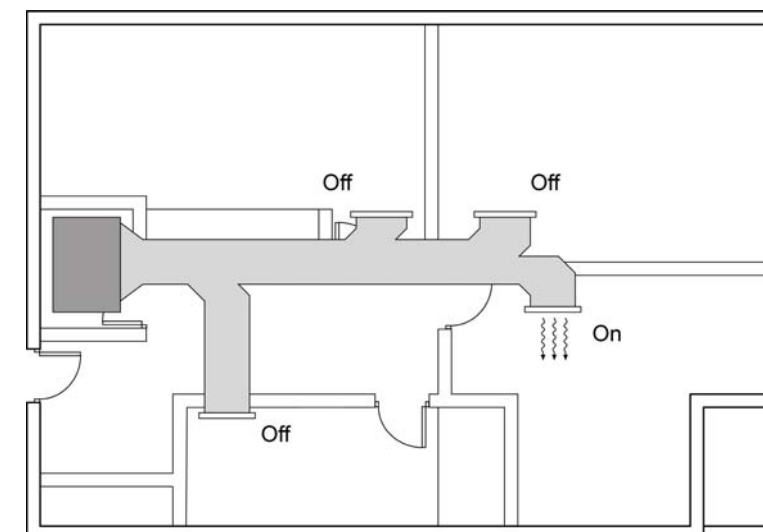

Fig. 8
- 3) Una vez realizado el ajuste anterior, ponga todas las zonas en Off y zona por zona vaya ajustando el deflector para conseguir una velocidad de impulsión comprendida en el rango de 2'0 m/s y 4'2 m/s. consulte el documento "Ajuste del Deflector" que se adjunta al Manual de Instalación del Sistema Airzone (Ver Fig. 8).
- 4) See "Deflector Manual" that is supplied with Airzone System (See Fig. 8).
- 4) Eteindre toutes les zones et, zone par zone, ajuster le déflecteur afin d'obtenir une vitesse de soufflage comprise entre 2,0 et 4,2 m/s. Consulter le document « Réglage du déflecteur » joint au manuel d'installation du système de zones (Voir Fig. 8).
- 4) Una volta realizzate le equilibrature al punto precedente, mettere tutte le zone in OFF, e attivando zona per zona si aggiusti l'equalizzatore di flusso per ottenere una velocità di uscita dai terminali compresa tra i 2,0 e i 3,0 m/s. Consultare il documento settaggio dell'equalizzatore nel manuale di installazione del sistema Airzone (Vedere Fig. 8).